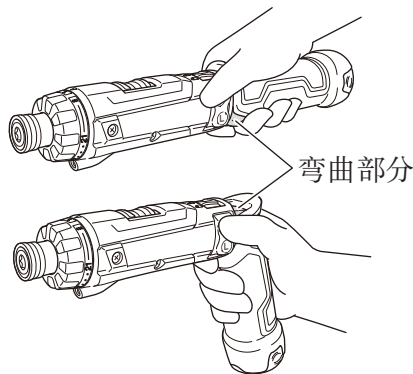

图1
否则可能导致事故或受伤。(图1)
3. 根据不同的工作目的，请以直排或枪焊配置的方式使用本工具。弯曲工具主体或再次将其拉直时，请勿接触弯曲部分（图1）。请注意，弯曲部分可能会夹到手指或手的其他部位，从而可能会造成伤害（图1）。